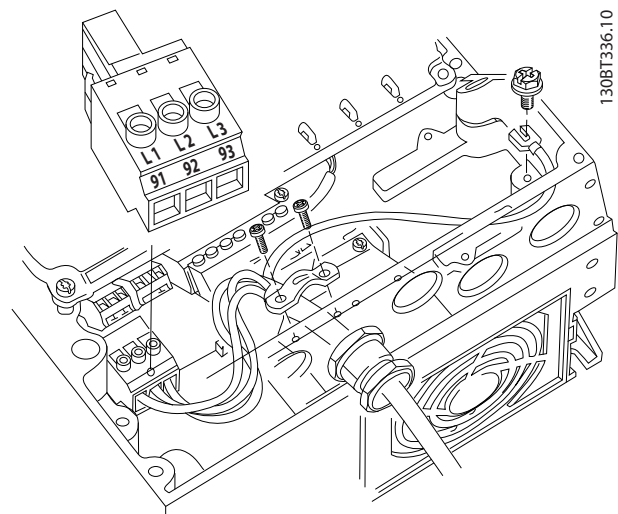

Рисунок 2.16 Подключение к сети питания переменного тока
- Подключите проводку 3-фазного входного питания переменного тока к клеммам L1, L2 и L3 (см. Рисунок 2.16).